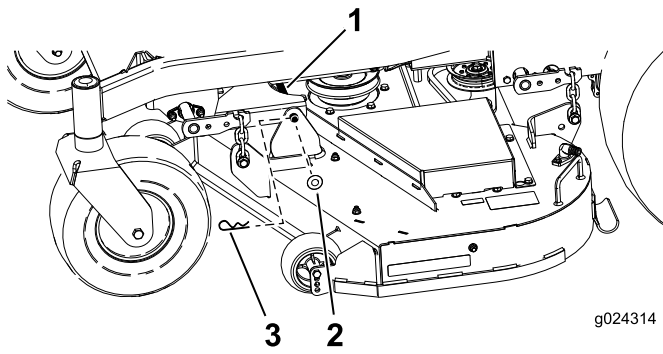

Figure 65
1. Retirez la goupille fendue et la rondelle qui fixent la longue barre de liaison au cadre et au tablier, et enlevez la barre de liaison (Figure 65).
- Fixez la barre de liaison avec les goupilles fendues et les rondelles retirées précédemment (Figure 65).